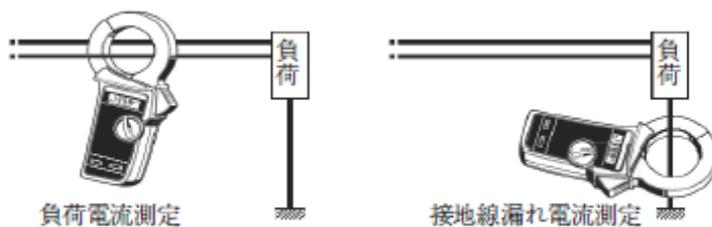
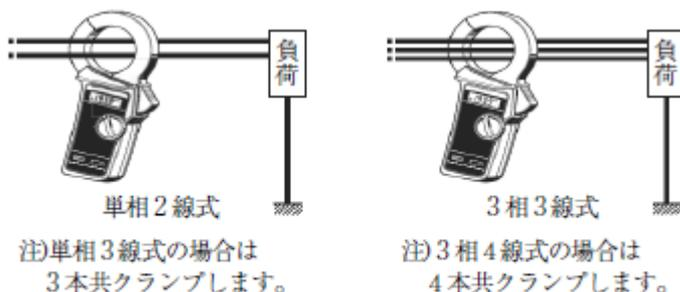

图 3、普通 AC 电流测量
图 4、零相系统的泄漏电流测量
- (1) 将功能/量程开关(5)设置在适当位置。请勿输入超过量程规定的最大允许电流值。
- (2) 普通测量时,只须打开钳口扳将钳形传感器夹在一根导线上,如图 3 所示。测量接地泄漏电流或接地线上流过的微小电流时,也可采用此方法(图 4 所示)。测量时请将导线置于闭合钳形传感器的中央位置。
- (3) 测量超常的泄漏电流时,使用钳形传感器夹住所有除地线外的导线。屏幕上显示测量值。如图 4,5 所示。